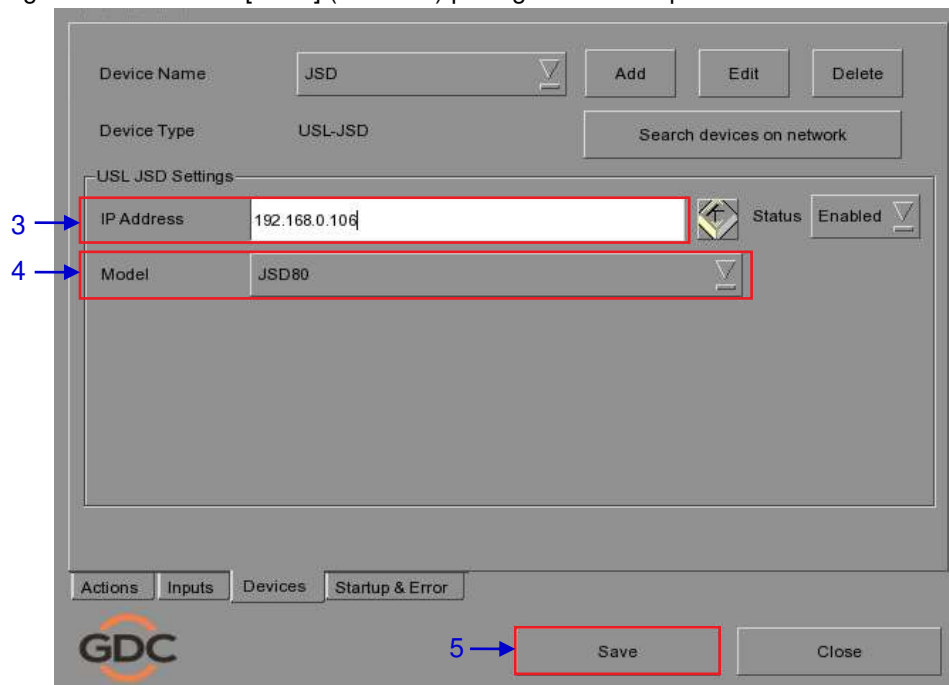

Figura 76 Ajustes de automatización para el dispositivo USL JSD.
3. Introduzca la dirección IP del dispositivo USL JSD (consulte la Figura 76).